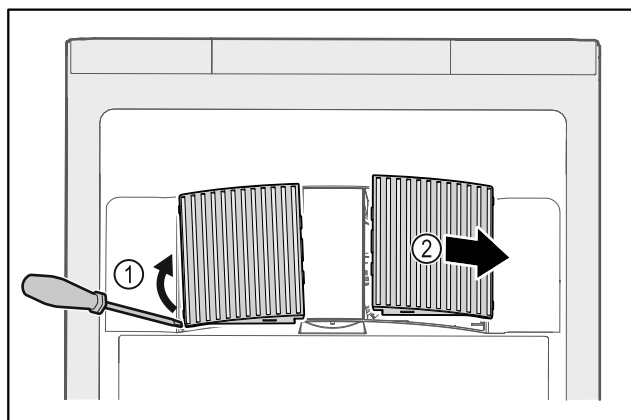

Fig. 142
- Z boku opatrně vytáhněte ventilátorové kryty Fig. 142 (1) a sejměte je směrem dopředu Fig. 142 (2).